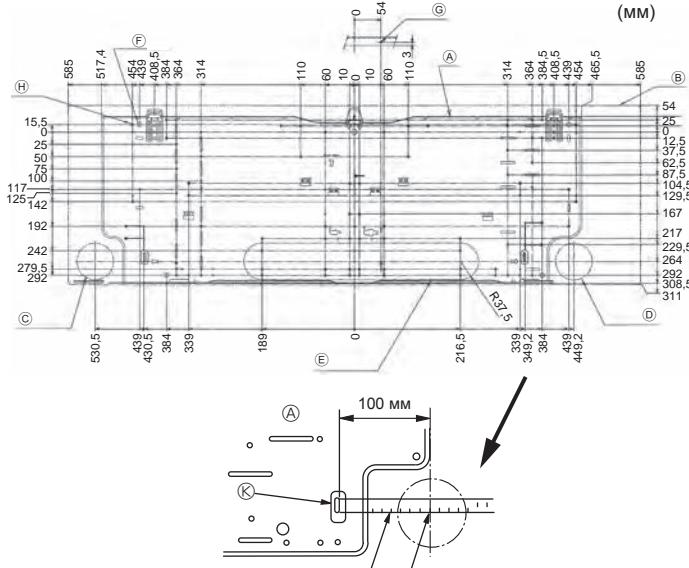

Fig. 3-2
①	Монтажная плита	1	Установить на заднюю часть блока
②	Винт-саморез 4 × 25	7
③	Изолента	2
④	L-образная соединительная трубка	1
⑤	Штуцер для зарядки	1
⑥	* Беспроводной пульт дистанционного управления	1
⑦	* Держатель ПДУ	1
⑧	* Алкалайновые элементы питания (типа AAA)	2
⑨	* Винт-саморез 3,5 × 16	2
⑩	Проставка	1	Используйте упаковочный материал
3.2. Установка настенного крепления (Fig. 3-2)